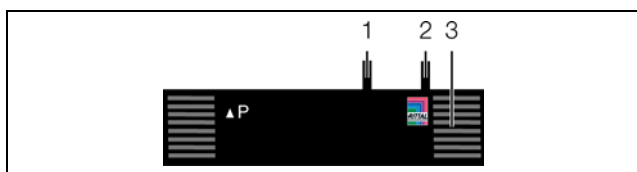

Рис. 7: Передняя сторона датчика перепада давления
- Подключите воздушный шланг для базового измерения к соответствующему входу (рис. 7, поз. 2).
- Подключите воздушный шланг для сравнительного измерения к соответствующему входу (рис. 7, поз. 1).